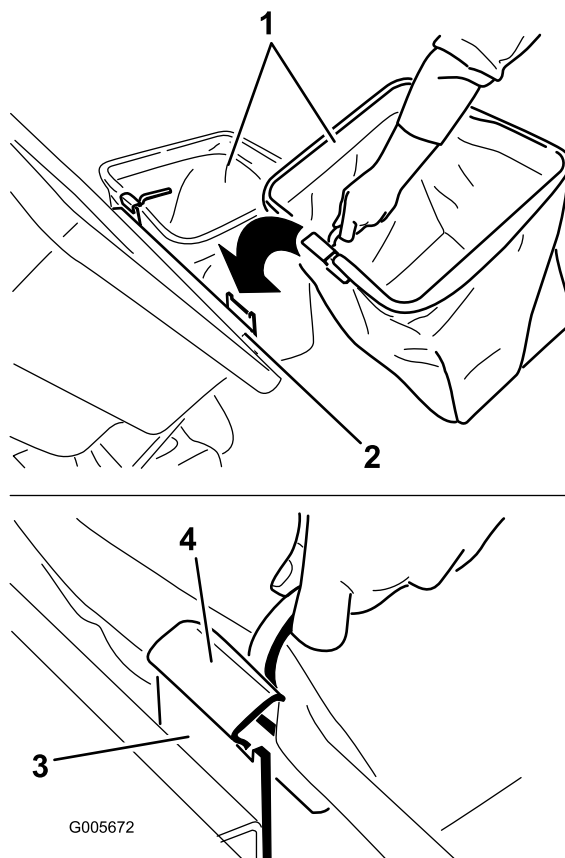

Figura 9
- Levante la tapa del ensacador e instale las bolsas, colocando el enganche del bastidor de cada bolsa sobre los soportes de retención (Figura 9).